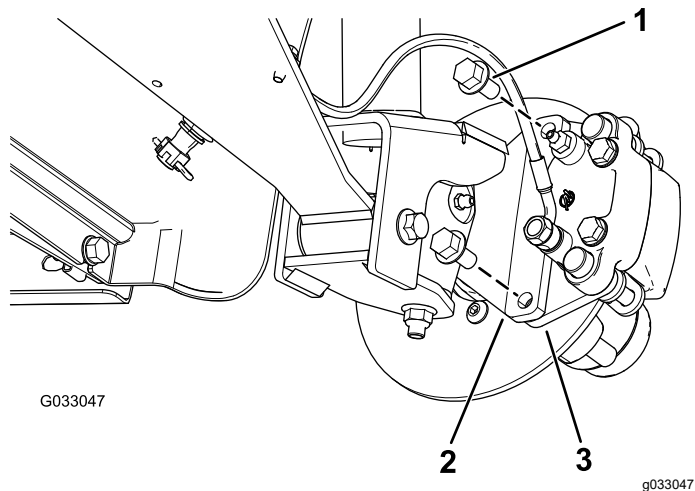
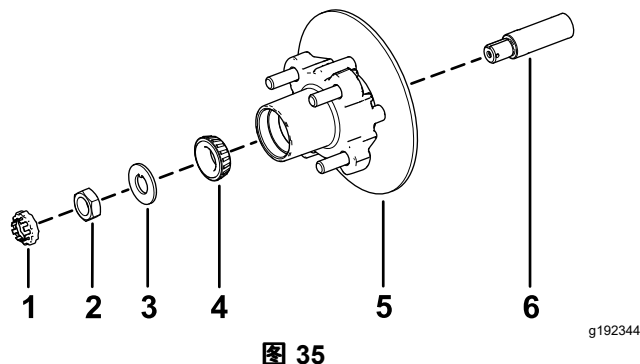

图 31
图 35
3. 卸下将制动器总成支架固定到主轴的凸缘头螺栓 $\frac{3}{8} \times \frac{3}{4}$ 英寸将制动器与主轴分开 图 31。
1. 在主轴上涂上薄薄一层指定润滑脂图 35。
2. 将轮毂和转子组装到带内转子的主轴上图 35。
3. 将外置轴承组装到主轴上并将轴承放置到外置座圈内图 35。
4. 将止动垫圈组装到主轴上图 35。
5. 将主轴螺母拧到主轴上上紧螺母扭矩至 15N·m 同时旋转轮毂将轴承调整到位图 35。
2. 将刹车踏板与转子的任意一侧对齐 图 31 将制动盘托盘中的孔与主轴机架的制动器安装架中的孔对齐 图 35。
3. 用 2 个凸缘头螺栓 $\frac{3}{8} \times \frac{3}{4}$ 英寸将卡钳支架固定到主轴机架上 图 31。